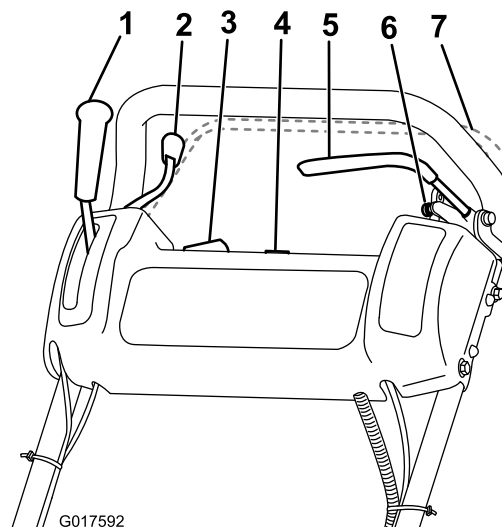

Рисунок 10
Регулятор дроссельной заслонки (Рисунок 10) находится на правой задней стороне пульта управления. Рычаг подсоединен к рычажной системе дроссельной заслонки карбюратора и управляет ей. Сведения о частоте вращения двигателя см. в Технические характеристики \(страница 15\).
Рычаг включения привода тяги (Рисунок 10) находится на передней правой стороне пульта управления. Он имеет два положения: «НЕЙТРАЛЬ» (NEUTRAL) и «ПЕРЕДНИЙ ХОД» (FORWARD). При нажатии рычага вперед включается привод тяги.
Двухпозиционный переключатель (Рисунок 10) находится сверху пульты управления. Переведите этот переключатель в положение «ВКЛ.» (ON), чтобы запустить двигатель, и в положение «ВЫКЛ.» (OFF), чтобы его заглушить.
Если средство контроля присутствия оператора предусмотрено (Рисунок 10), то оно находится позади ручки. Прижмите средство контроля присутствия оператора к ручке. Если средство контроля присутствия оператора установлено на машине, его необходимо включить перед перемещением рычага привода тяги, иначе двигатель остановится.